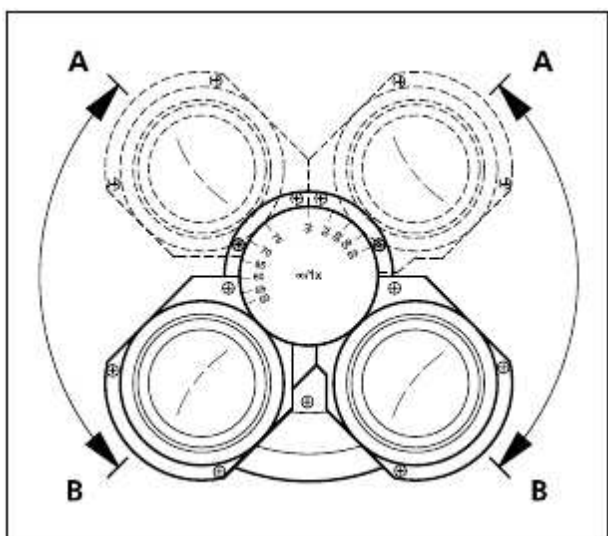

Fig. 13 调节观察高度
- 根据个人的要求可以向上 (Fig. 13/A) 或向下 (Fig. 13/B) 旋转目镜管来调节观察的高度